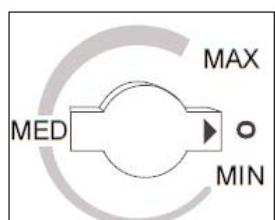

Fig. 2
• Pour arrêter le cabinet à vins (arrêt du refroidissement), tournez le bouton de commande de la temp. à la position «0» (OFF) (voir la Fig. 2).
• Tournez la commande en position «OFF» (0) pour couper temporairement le cycle de refroidissement. Lorsque le cabinet à vins n'est pas utilisé pendant une longue période, débranchez la prise de courant et laissez la porte partiellement ouverte. Régler la commande à la position "OFF" pour arrêter temporairement le cycle de refroidissement. Si le refroidisseur de vin ne doit pas être en marche pendant quelques temps, débrancher la prise et laisser la porte entre-ouverte.